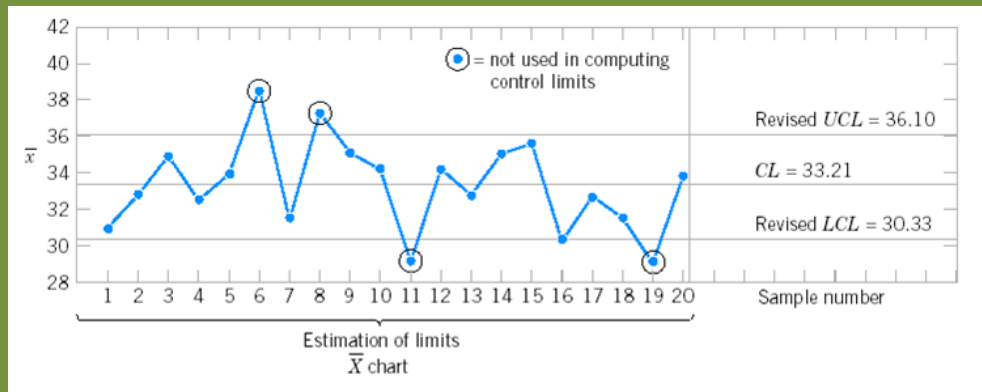

Figura 6.6: Gráfico de control \bar{X} *actualizado*
- El gráfico de control \bar{X} *actualizado* lo podemos ver en la Figura 6.6.